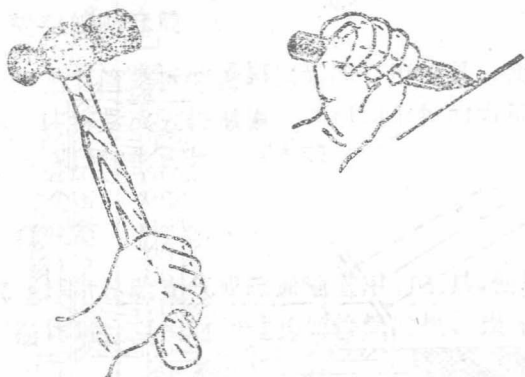
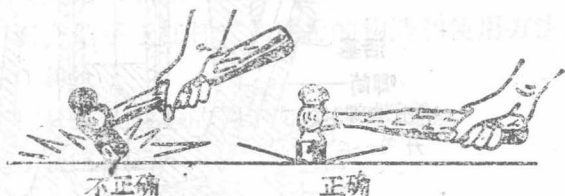

图232 手锤的握持法
图233 手锤的锤击法
3. 手锤的握持法，如图232所示。右手握住锤柄后端，握力要适度，以免用力过度而疲劳。锤击时先将手锤举起，眼视工作物，然后用快速动作下击，使锤面平击在工件上，锤击才能有力，如图233所示。